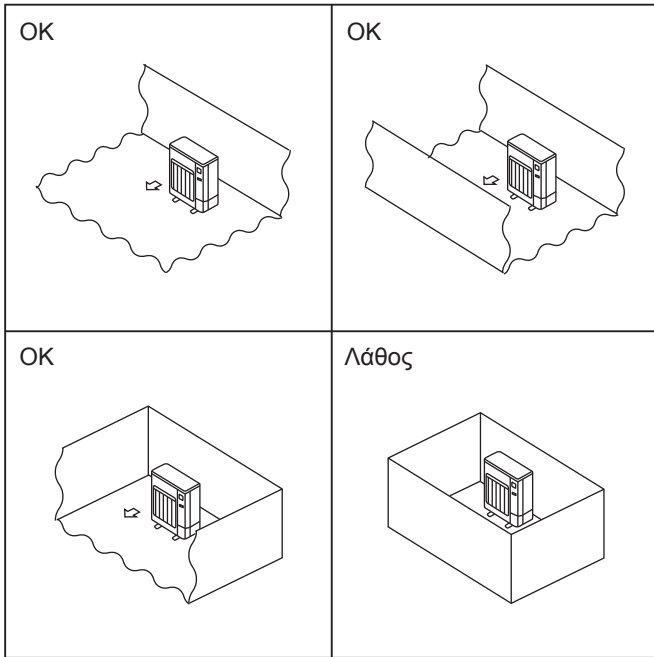

Fig. 2-1
- Ⓞ Εγκαθιστάτε τις εξωτερικές μονάδες σε χώρους όπου τουλάχιστον μία από τις τέσσερις πλευρές είναι ανοικτή και σε επαρκώς μεγάλους χώρους χωρίς συμπίεσις. (Fig. 2-1)